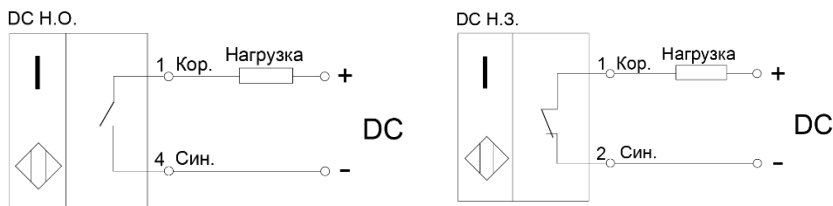

Рисунок 1 - Варианты схем подключения выключателей
3.4 Выключатели включаются в электрическую цепь по 2-х проводной схеме (Рис. 1). Соответствие выводов и схема подключения указаны в маркировке выключателя.